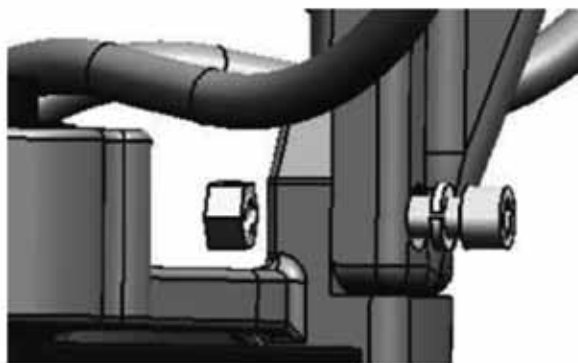

图 12 螺栓头, 外侧的垫片和内侧的螺母
5. 用螺栓将分接选择器固定到油室底部: 6 个 M12 内六角螺栓, 螺栓头, 外侧的垫片和内侧的螺母扭矩为 50~60Nm (图 12), 注意装配顺序。